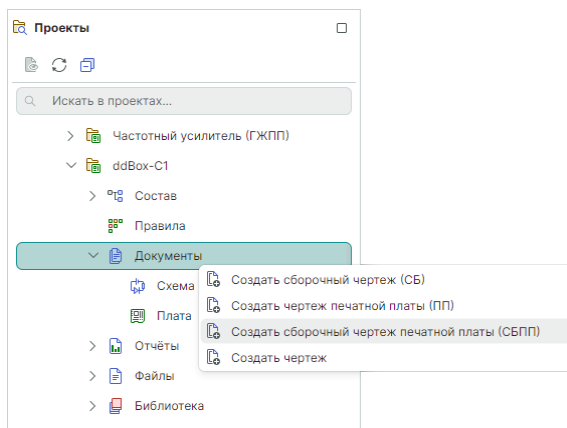

Рис. 76 Переход к созданию сборочного чертежа печатной платы
2. Вызовите контекстное меню и выберите пункт «Создать сборочный чертеж печатной платы (СБПП)», см. Рис. 76.